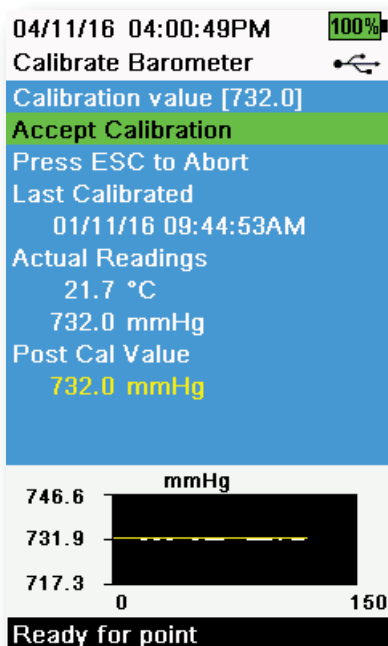

Abbildung 50 Barometer kalibriert
- Wählen Sie **Kalibrierung akzeptieren** (Abbildung 50). Im Nachrichtbereich wird „Kalibrierung erfolgreich!“ angezeigt.